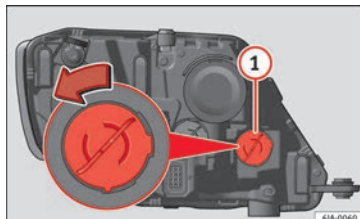

Bild 93 Byta glödlampor till blinkers
- Vrid lamphållaren » bild 93 ① åt vänster och ta bort den.